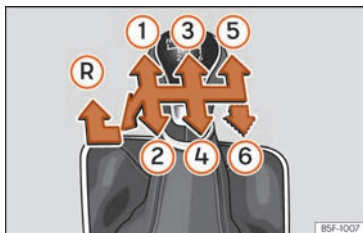

Abb. 213 Schaltschema bei einem 5-Gang bzw. 6-Gang Schaltgetriebe
Auf dem Schalthebel sind die Positionen der einzelnen Fahrgänge dargestellt » **Abb. 213**.
- Schalthebel auf Leerlauf stellen und nach unten drücken, ganz nach links und dann nach vorne schieben, um den Rückwärtsgang » **Abb. 213** **R** einzulegen.